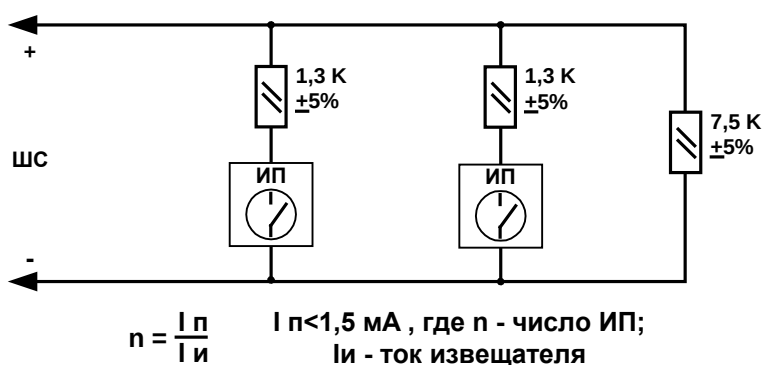

Рис. 9 Пожарный ШС с активными ИП (при срабатывании одного ИП формируется извещение «Внимание», более одного - «Пожар»)
- от активных ИП с нормально-разомкнутыми контактами с формированием извещений «Пожар» и «Внимание» (см. Рис. 9, Табл. 13).
Примечание. Количество ИП, включенных в ШС данного типа рассчитывается по формуле на Рис. 9, исходя из тока потребления применяемого извещателя Ии.